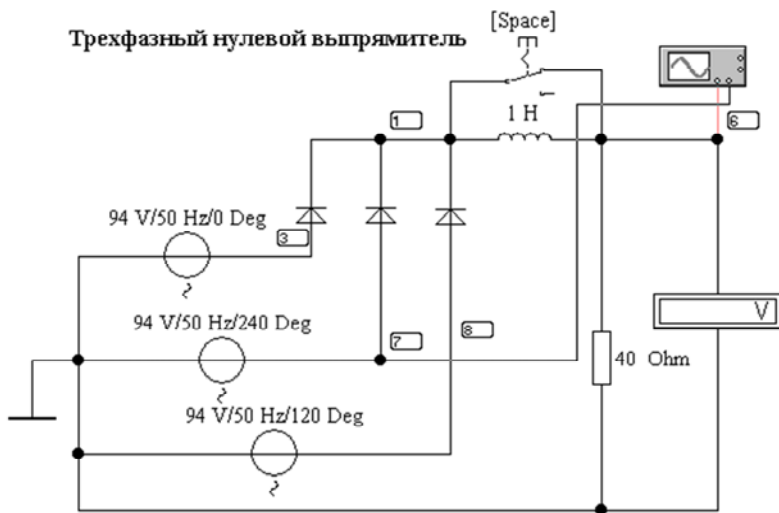

Рис. 19.8. Трёхфазный нулевой выпрямитель (файл `rect_4f.ewb`)
3. Выполнить Фурье-анализ для трех- и многофазных схем выпрямления (**rect\_4f.ebw**, **rect\_5f.ebw**, **rect\_6f.ebw**, рис. 19.8, 19.9, 19.10). Рассчитать коэффициент пульсаций  $k_{\text{п}} = U_{m(1)} / U_0$  для основной гармоники (с частотой  $m \cdot f_c$ ). Сравнить с табличным значением.